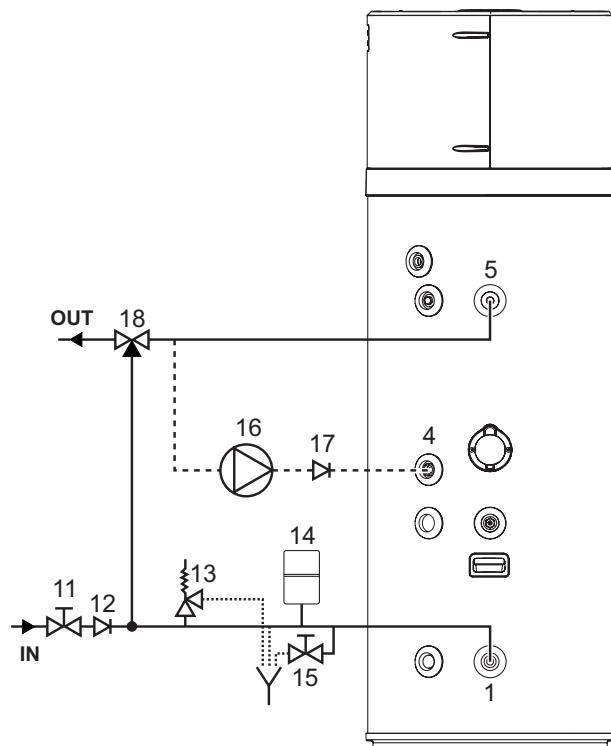

fig. 17 - Exemple d'installation hydraulique
La figure suivante (fig. 17) illustre un exemple de raccordement hydraulique.
#### Légende (fig. 17)
**ATTENTION !** : La pompe à chaleur pour la production d'eau chaude sanitaire est capable de chauffer l'eau à plus de 60°C. Pour cette raison, pour éviter les brûlures, installer un dispositif thermostatique de mélange automatique sur la conduite d'eau chaude (fig. 17).